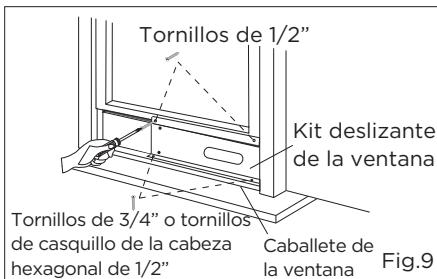

Fig.9
3.Cerrar el marco de la ventana con seguridad contra el kit deslizante de la ventana (Fig.9).
4.Apretar los dos tornillos 1/2" para asegurar el kit deslizante de la ventana al marco de la ventana marco (Fig.9).
5.Asegurar el kit deslizante de la ventana al caballete de la ventana (Fig.9):